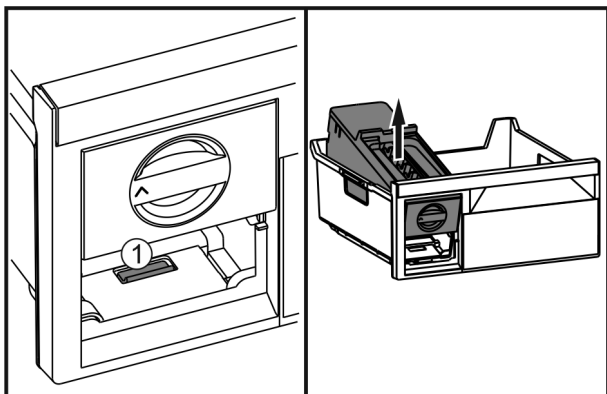

Fig. 54
- Premere la linguetta Fig. 54 (1), sollevare EasyTwist-Ice da dietro ed estrarlo dal cassetto del congelatore.